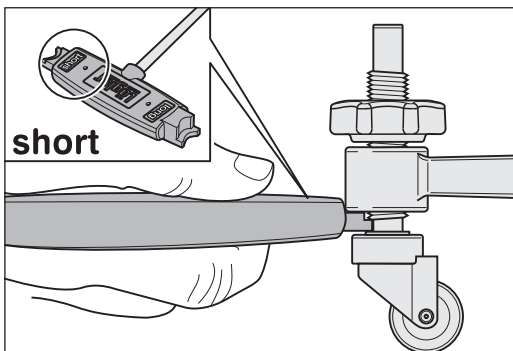
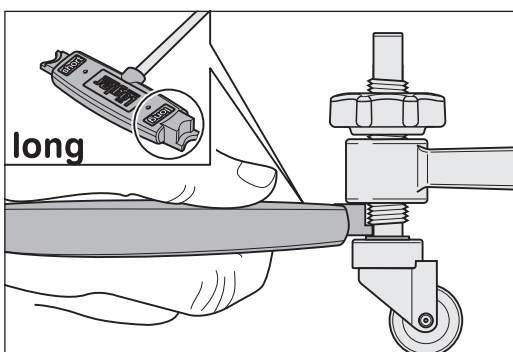

Fig. 44 Ajuste estándar para el brazo adicional corto y el adaptador para rincones.
Fig. 45 Posición estándar para un Brazo adicional largo.
- 3 Mantenga la marca de referencia de la llave múltiple correspondiente al Brazo adicional utilizado entre el rodillo de dirección y la caja del ventilador, de tal manera que el lado escrito de la llave señale la caja del ventilador (Fig. 44 + Fig. 45).